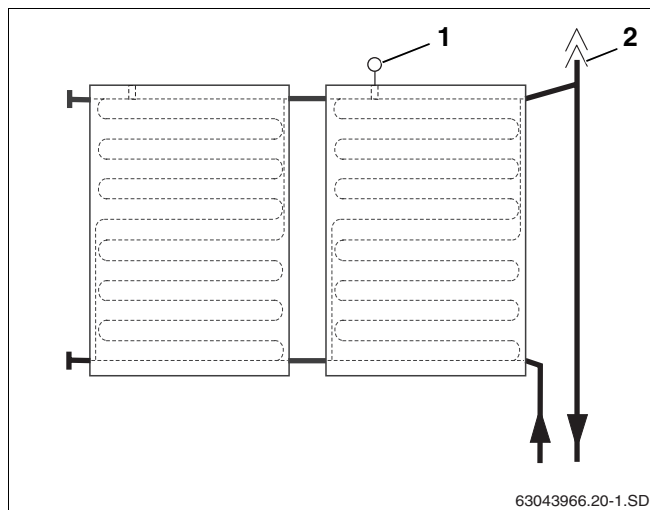

Fig. 54 Vista del acumulador de aire con purgador para la conexión de impulsión
Si se desea purgar el equipo solar con un purgador automático (accesorio) en el punto más alto del equipo, es necesario colocar la tubería de impulsión con pendiente hacia el purgador (fig. 54, **pos. 2**) y la tubería de retorno con pendiente hacia el campo de colectores (fig. 54).